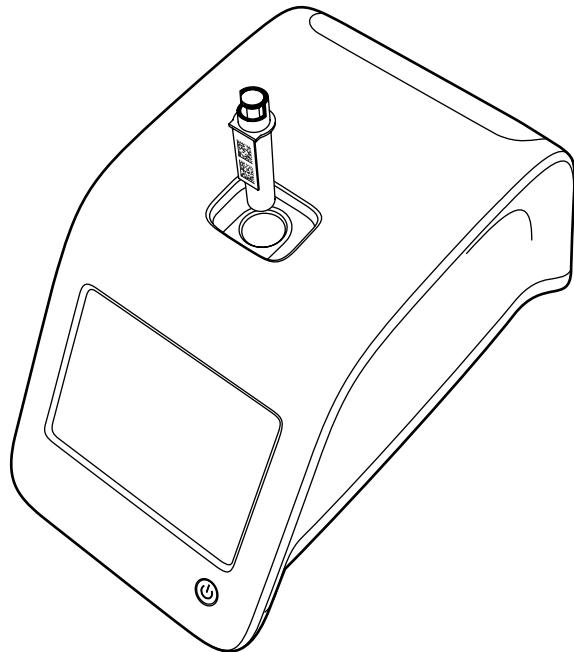

Bild 19
2. Führen Sie die Küvette in der richtigen Position in das Messloch ein. Der Strichcode der Küvette muss zu Ihnen zeigen (siehe **Bild 19**).